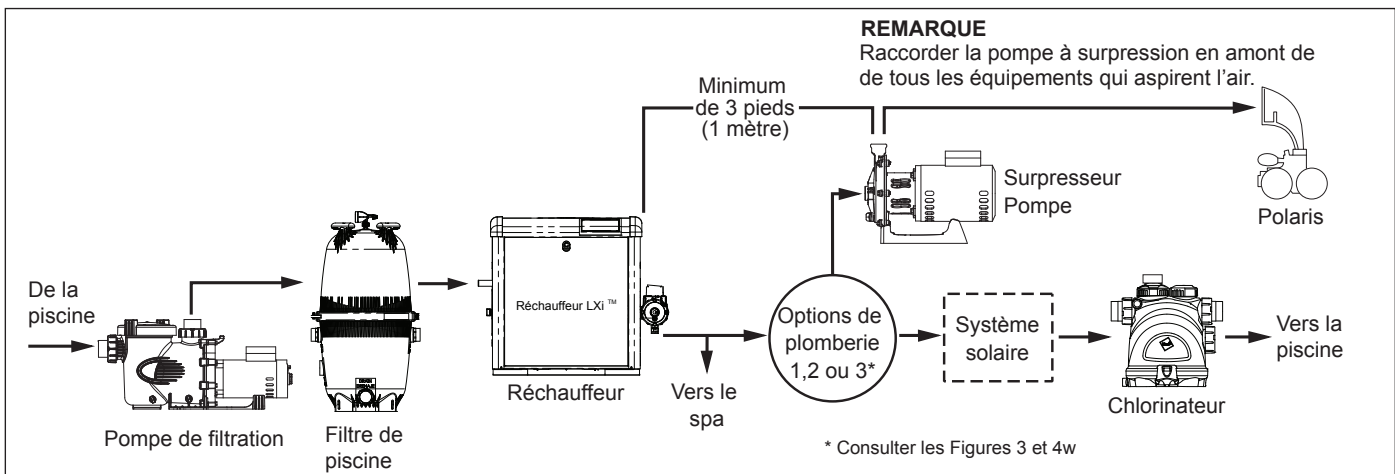

Figure 2. Disposition typique des équipements
Pour s'assurer du bon fonctionnement de la pompe et du nettoyeur, consulter la Figure 2 et respecter les lignes directrices suivantes concernant les équipements spécifiques.
- Si un réchauffeur est installé sur le système, installer l'entrée pour la pompe de surpression dans la conduite de retour en amont et à au moins trois (3) pieds (1 mètre) du débit du réchauffeur. Voir la Figure 2. **Ne pas installer l'entrée de la pompe de surpression sur la section du tuyau du dissipateur de chaleur qui sort directement du réchauffeur.**